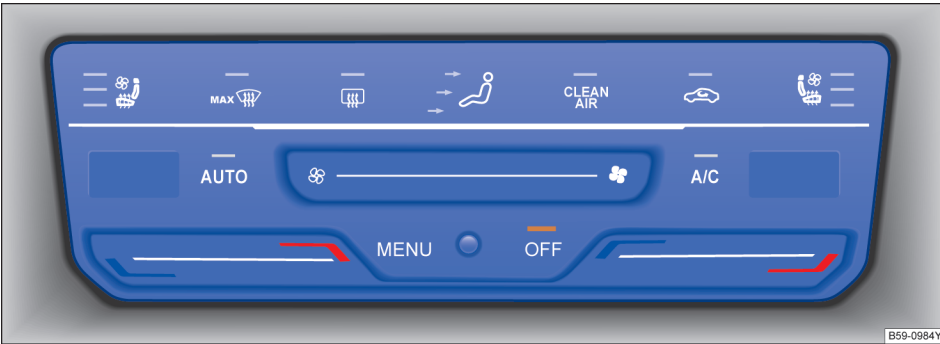

图 114 在中控台上部内：全自动空调的操作元件
- 触摸按钮 **OFF** → 图 114。
触摸按钮  → 图 114 调整气流分配：
触摸按钮  → 图 114 可尽快将前窗玻璃除霜并除去水雾（除霜功能）：
按下操作面板中的按钮  → 图 114。
- 按下操作面板中的按钮  → 图 114。